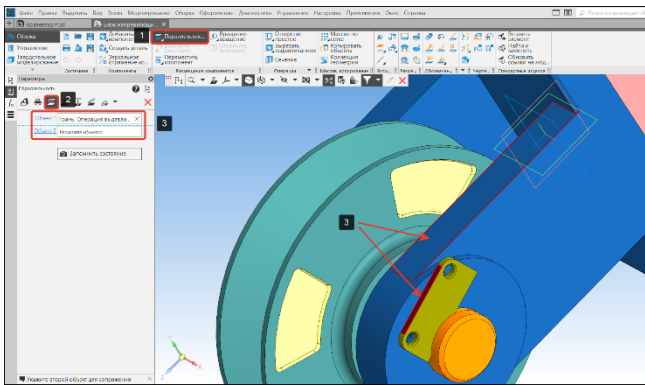

Рисунок 319 – Сопряжение Параллельность Планка-Вилка
- В панели размещение компонентов выберем операцию совпадение (1) подоперация параллельность (2) (Рисунок 319);
- Зададим параллельность граней (3) вилки и планки (Рисунок 319);